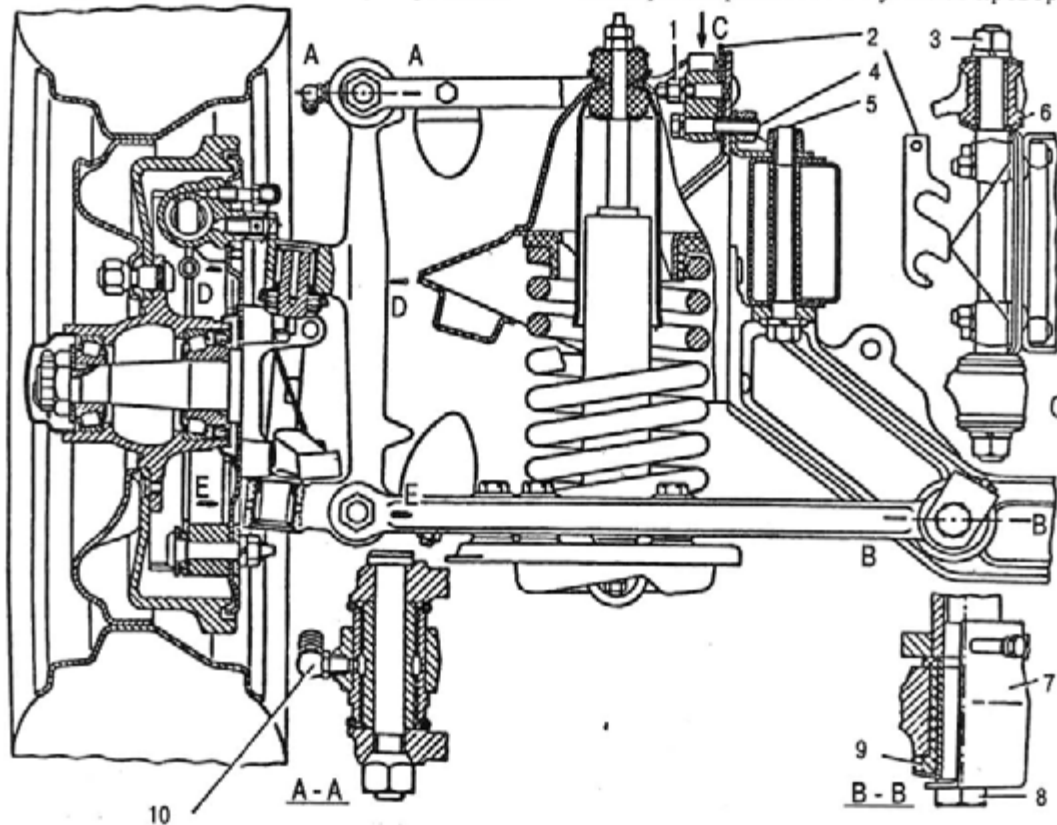

Рис. 247. Передняя подвеска:
Передняя подвеска автомобиля (рис. 247) - независимая, шкворневая, пружинная, рычажная (с поперечным расположением рычагов), с двумя телескопическими амортизаторами двухстороннего действия; смонтирована на съемной поперечине и представляет собой самостоятельный узел.
- верхнюю пресс-масленку (поз. 10, рис. 247) в верхней головке стойки только верхнюю резьбовую втулку.
Регулировка развала и продольного наклона шкворней осуществляется изменением количества регулировочных прокладок 2 (см. рис. 247).
Регулируя развал и угол продольного наклона шкворня, следует учитывать, что при увеличении числа прокладок 2 (см. рис. 247) спереди и сзади на одинаковую величину развал увеличивается (или становится положительным) и, наоборот, при удалении одинакового количества прокладок развал уменьшается (или становится отрицательным). Добавление по одной прокладке (толщиной 1 мм) увеличивает развал на $0^{\circ}10'$ - $0^{\circ}15'$ и, наоборот, удаление прокладок по одной спереди и сзади уменьшает развал на эту же величину. При этом угол продольного наклона шкворня не изменяется.